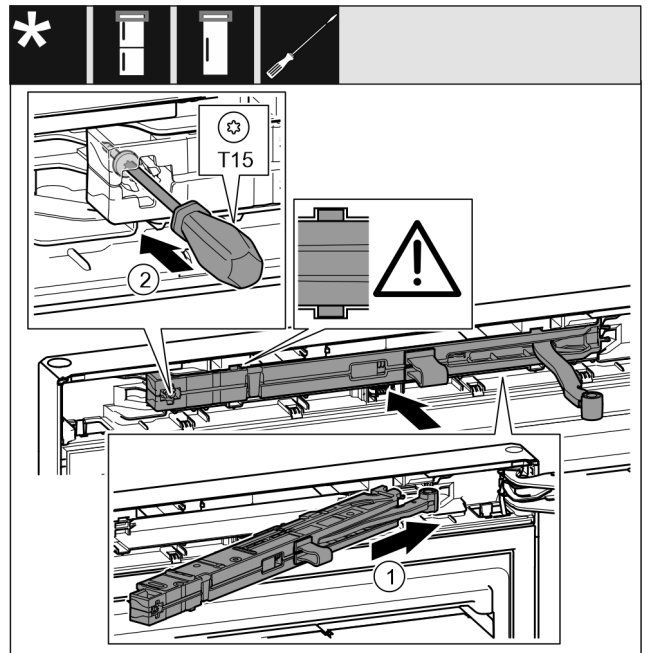

Fig. 25
- ▶ Iebīdīet slīpi durvju amortizatora mezglu gultņa balsta pusē līdz galam padziļinājumā. Fig. 25 (1)
- ▶ Pieskrūvējiet skrūvi ar skrūvgriezi T15. Fig. 25 (2)